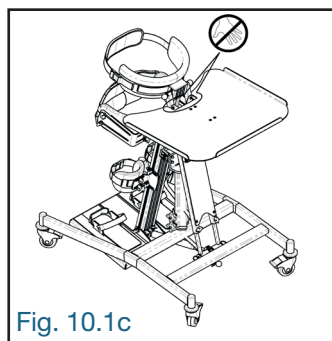

Fig. 10.1c
• Lors de l'ajustement horizontal de la table, NE PAS mettre les doigts et les mains entre la partie arrière de la table (A) et le plateau stabilisateur (B) (Fig. 10.1c).